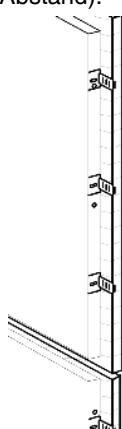

*Fig. 18*
- Auf den mittleren Lagerbock *Fig. 18 (11)* die Abdeckung *Fig. 18 (3)* aufrasten.